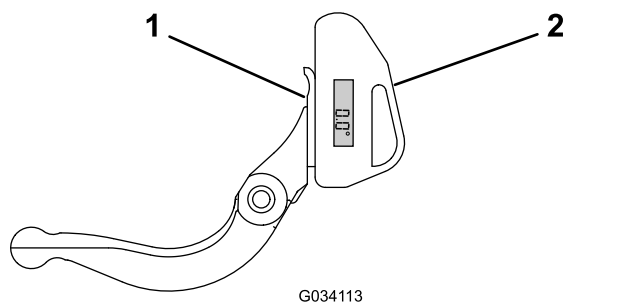

Figura 23
1. Amplasai indicatorul de unghi în partea inferioară a contracuitului, conform indicațiilor din Figura 23.